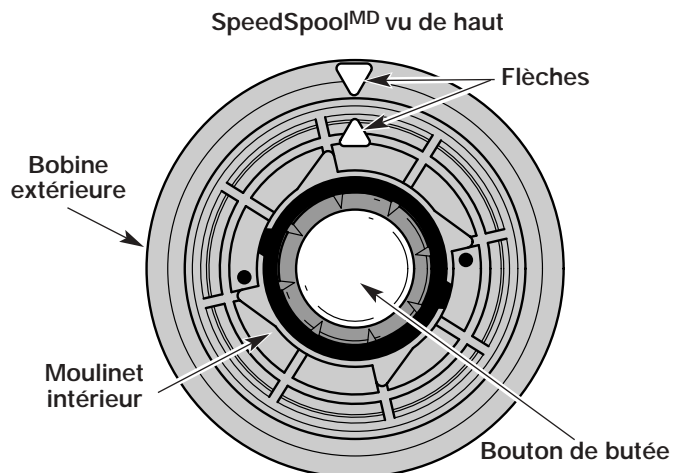

Fig. 14
2. Alignez la flèche du moulinet intérieur avec celle de la bobine extérieure (Fig. 14).